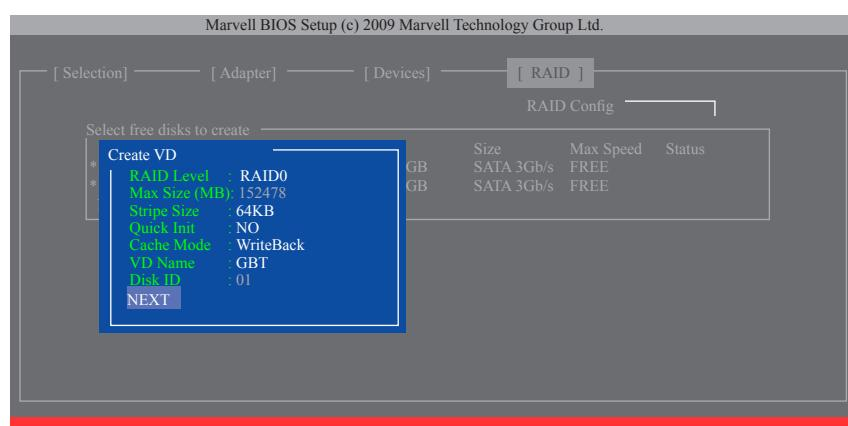

Figure 7
6. **NEXT:** Lorsque vous avez fini les réglages ci-dessus, allez sur **NEXT** et appuyez sur <Enter> pour commencer à créer la matrice. Lorsqu'on vous demande de confirmer, appuyez sur <Y> pour confirmer ou sur <N> pour annuler (Figure 7).